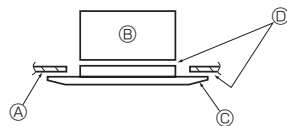

Fig. 7-7
7.3.3. Fijación de la rejilla (Fig. 7-7)